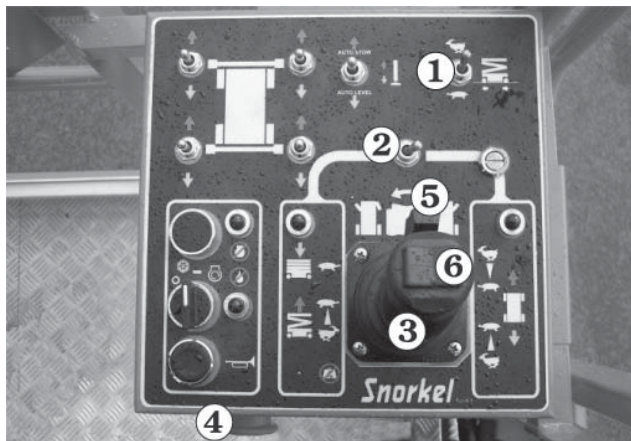

Abb. 8.18
2. Stellen Sie den **Geschwindigkeit-Schalter ①** auf Schildkröte (langsam) (siehe Abb. 8.18), wenn Sie in der Nähe von anderen Objekten sind oder die RT aus irgendwelchen anderen Gründen langsam fahren möchten.
3. Schalten Sie den **Heben-/Fahren-Wahl-Schalter ②** auf Fahren (rechte Stellung) (siehe Abb. 8.18).
4. Die **Sicherheitsbedienung ⑤** am **Joystick ③** zusammendrücken und halten (siehe Abb. 8.18).
5. Den **Joystick ③** (siehe Abb. 8.18), je nachdem in welche Richtung Sie fahren möchten, langsam nach vorne drücken oder nach hinten ziehen. Je weiter der Joystick gedrückt wird, umso schneller wird die RT fahren.
6. Um die RT nach rechts oder links zu steuern, den **Lenkung-Kippschalter ⑥** oben am **Joystick ③** (siehe Abb. 8.18) drücken und halten.